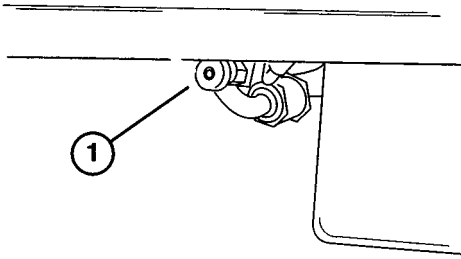

Bild 10
**Kraftstoffhahn** (Bild 10)– Bei Lagerung der Maschine den Kraftstoffhahn schließen.